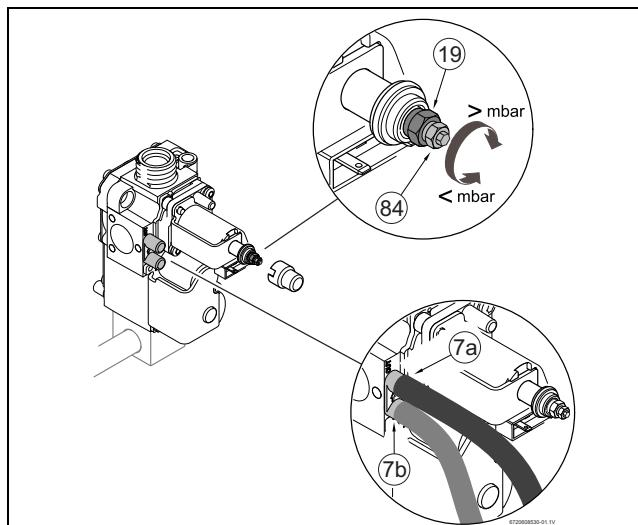

Рис. 29 Газовая арматура
- ▶ Снять опломбированный колпачок установочного винта газа (19) (рис. 29).